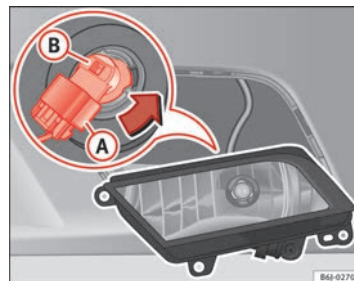

Fig. 150 Projecteur antibrouillard
- Retirez le connecteur ⇒ fig. 150 (A) de l'ampoule.
- Tournez le support d'ampoules ⇒ fig. 150 **B** vers la gauche puis tirez.